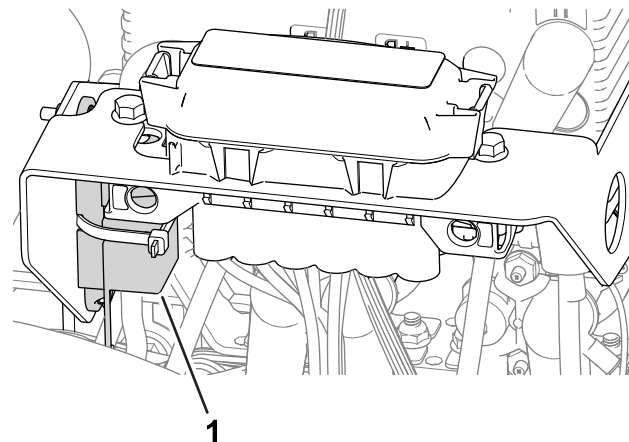

図 54
- 左ホイールモータのヒューズ 60 A は、マシン左側のカバーの下、リール駆動回路用ヒューズの近くに 있습니다 図 54。